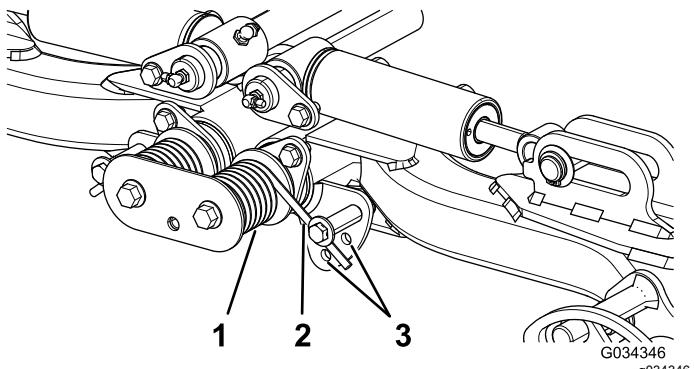

Figura 38
- Insira um tubo ou objeto semelhante na extremidade longa da mola para aliviar a tensão durante o ajuste (Figura 38).
- Enquanto alivia a tensão da mola, retire o parafuso e a porca de bloqueio que prendem o atuador de mola ao suporte (Figura 38).